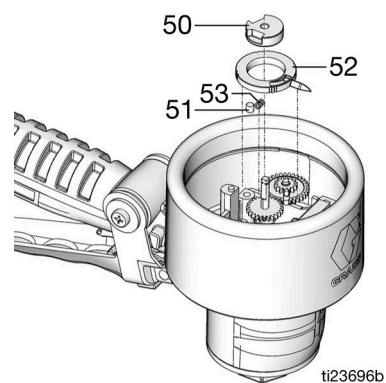

ABB. 23
- Zeigerunterteil (52), Feder (53), Stift (51) und Einsatz (50) wie in ABB. 23. Die Einsatz-Stellschraube mit einem Sechskantschlüssel festziehen.